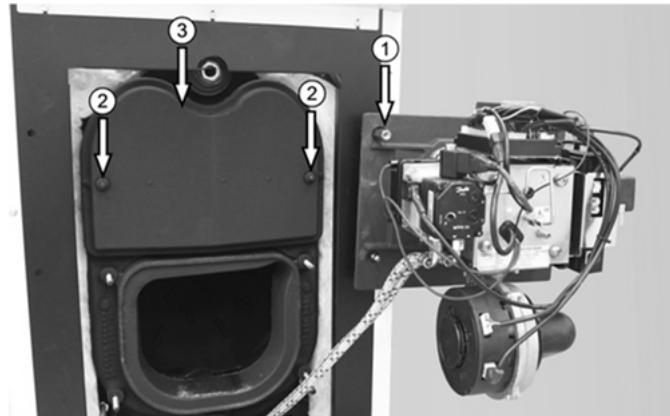

Abb. 48: Brenner-Serviceposition und Demontage der oberen Kesseltür (Der abgebildete Brenner entspricht evtl. nicht dem gelieferten.)
- Montieren Sie die untere Kesseltür mit Brenner gem. Abb. 48 in die Service-Position.
- Fixieren Sie die untere Kesseltür durch eine Mutter ① an der Servicehalterung.
- Lösen Sie die Muttern ② der oberen Kesseltür.
- Entfernen Sie die obere Kesseltür ③.